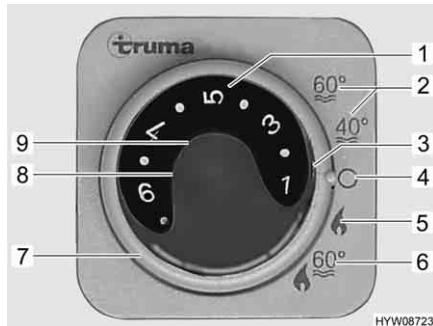

Fig. 103 Centralina di controllo (riscaldamento/boiler)
- Impostare la modalità di funzionamento tramite l'interruttore girevole (Fig. 103,7).
A seconda della temperatura ambiente desiderata, il riscaldamento seleziona automaticamente il livello del bruciatore necessario. Al raggiungimento della temperatura ambiente desiderata, il bruciatore si spegne. Durante la modalità di funzionamento "Riscaldamento e boiler" (Fig. 103,6) viene riscaldata anche l'acqua nel boiler. Nella modalità di funzionamento "Riscaldamento senza boiler" (Fig. 103,5) è possibile far funzionare il riscaldamento con il boiler vuoto.
- Impostare la manopola della temperatura (Fig. 103,1) sulla centralina di controllo scegliendo il livello di potenza desiderato.
- Posizionare l'interruttore girevole (Fig. 103,7) su funzionamento invernale "Riscaldamento senza boiler" (Fig. 103,5) o su funzionamento invernale "Riscaldamento e boiler" (Fig. 103,6).
Si accende la spia di controllo verde (Fig. 103,3).
- Posizionare l'interruttore girevole (Fig. 103,7) su "O" (Fig. 103,4).